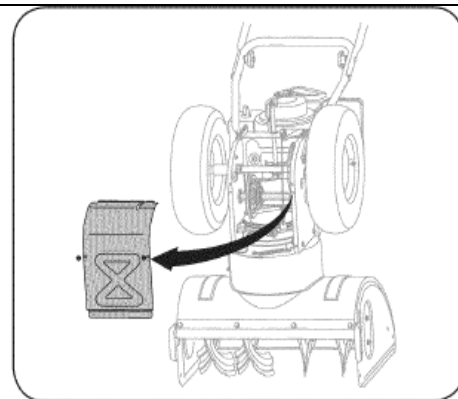
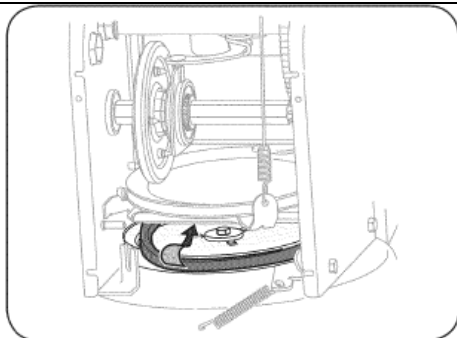
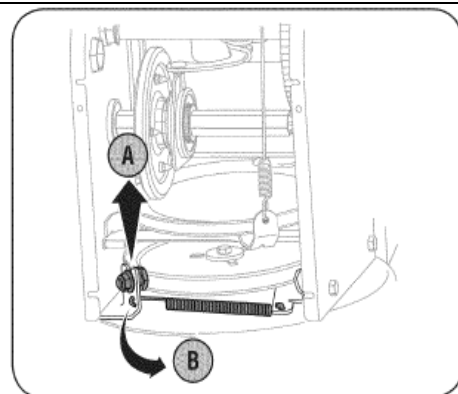

Рис. 30
Рис. 32
Рис. 31
Замена ремней Ремень шнека Чтобы снять и заменить ремень шнеков снегоочистителя сделайте следующее: - Чтобы топливо не пролилось, осушите топливную систему, оставив двигатель работающим до его полной остановки. - Отверните 2 самореза, крепящих пластиковый кожух ремня в передней части двигателя, и снимите его. См. Рис. 28. - Стащите ремень шнека со шкива двигателя (См. Рис. 29). - Аккуратно запрокиньте снегоочиститель вверх и вперед таким образом, чтобы он стоял, опираясь на кожух шнеков. - Снимите рамную защитную крышку с нижней части снегоочистителя, вывинтив четыре фиксирующих самореза (См. Рис. 30). - Снимите ремень следующим образом (См. Рис. 31): - Ослабьте и извлеките болт, выполняющий роль держателя ремня; - Отсоедините пружину кронштейна тормоза от рамы. - Снимите ремень со шкива шнека и пропустите его между опорным кронштейном и шкивом шнека (См. Рис. 32). - Установите новый ремень шнека, выполняя инструкции в обратном порядке. - Протестируйте систему управления шнеками (методика проверки описана в разделе «Сборка»). ВНИМАНИЕ: Не забудьте после замены ремня установить обратно болт и закрепить пружину кронштейна тормоза к раме.	 Рис. 28  Рис. 29
5. Снимите рамную защитную крышку с нижней части снегоочистителя, вывинтив четыре фиксирующих самореза (См. Рис. 30).